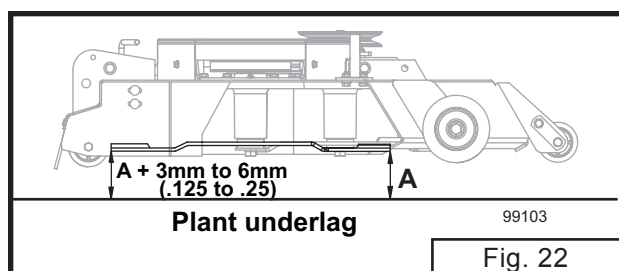

Fig. 22
(Henviser til fig. 22 og 23)
4. Afstanden ved den bageste knivspids skal være 3 til 6 mm (1/8 til 1/4") større end afstanden ved den forreste knivspids (henviser til fig. 22).
- (A) på klipperdækkets løftestang (C) i venstre side.
8. Den bageste del af klipperdækket i venstre side justeres derefter opad ved at dreje møtrikken (B) med uret, og klipperdækket justeres nedad ved at dreje møtrikken mod uret.
9. Når for til bag justeringen i venstre side ligger inden for tolerancen, spændes kontramøtrikken (A) på klipperdækkets løftestang (C) i venstre side.
12. Kontroller om alle klipperløftekæder (D) er stramme og de bærer vægt. Hvis en kæde er slap, justeres om nødvendigt igen.
2. Med kontakten, hæves klipperen roligt og låsepinden (E) flyttes til hullet for 3" (76 mm) klippehøjde. Sænk klipperen indtil at vi spænder imod låsepinden (E). Vær opmærksom på at afstandsklodsen (G) ikke er imellem låsepinden og yder røret.
3. Placer venstre knivblad på tværs af maskinen og mål afstanden fra den yderste knivspids ned til det plane gulv (henviser til fig. 22).
8. Løsn kontramøtrikken (K) på klipperdækkets højdeindstillingsenhed (J).
9. Juster klipperdækket op, så det passer med højdeindstillingen, ved at dreje møtrikken (L) med uret.
10. Juster klipperdækket ned, så det passer med højdeindstillingen, ved at dreje møtrikken (L) mod uret.
11. Når knivhøjden er korrekt i begge sider, spændes kontramøtrikken (K) på klipperdækkets højdeindstillingsenhed (J) sikkert fast.
12. Kontroller at låsepælen (M) stadig går i indgreb øverste stilling.